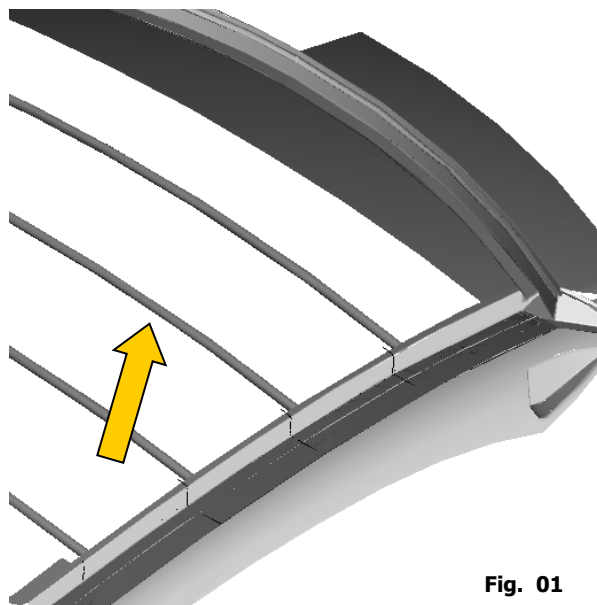

Fig. 01
01. Accedendo dalla parte inferiore del tendalino, scostare leggermente il tessuto in prossimità del carrello di scorrimento della traversa anteriore, (fig. 01).